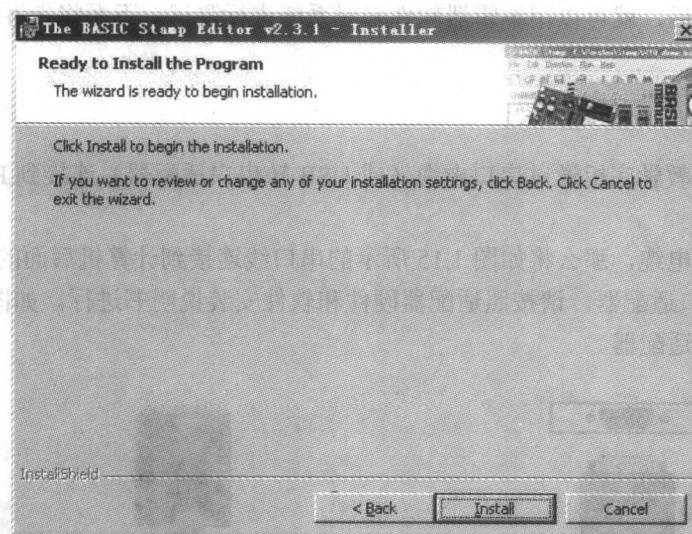

图 1.13 准备安装，单击“Install”按钮
- 当安装向导提示“Ready to Install the Program”，单击“Install”开始安装，如图 1.13 所示。